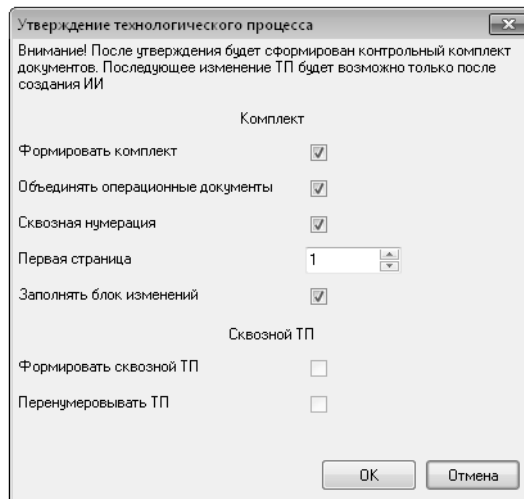

Рис. 10.2.
4. В появившемся диалоге **Утверждение технологического процесса** (рис. 10.2), не изменяя настроек, нажмите кнопку **ОК**.